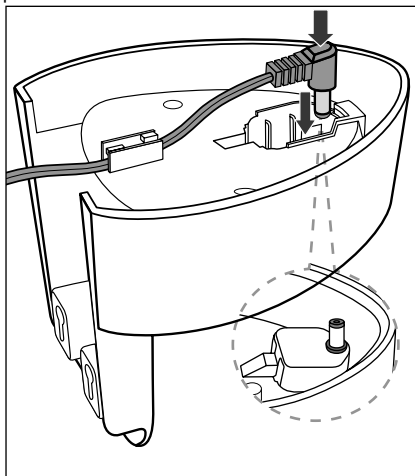

Fig. 2
- Coloque primeiro o cabo através da respetiva guia e introduza a ficha fêmea ❺ na abertura do suporte de parede ❸, de modo que este fique devidamente fixo (fig. 2).